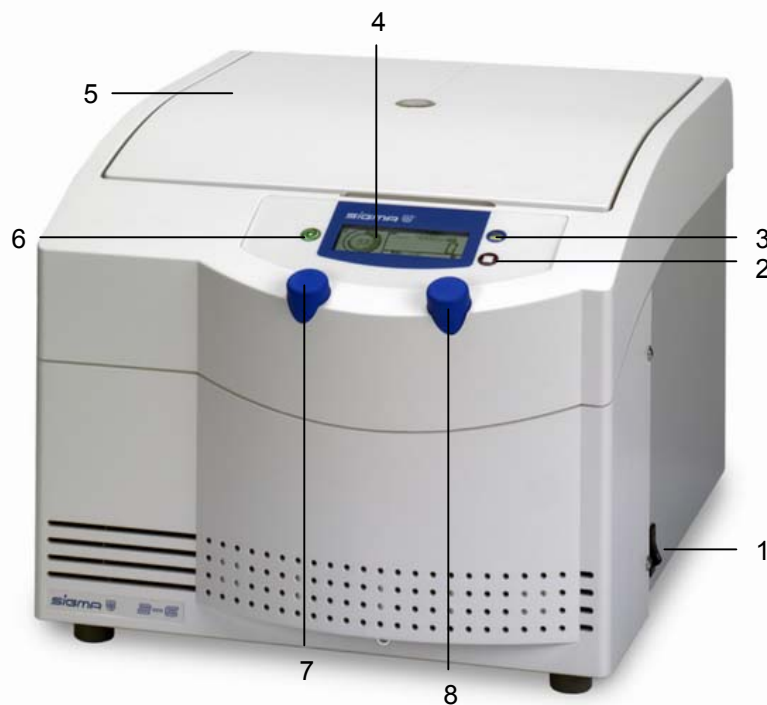

Abb. 5.1: Gesamtansicht der Zentrifuge
- Betätigen Sie den Netzschalter vorn rechts (siehe Abb. 5.1, Seite 25).